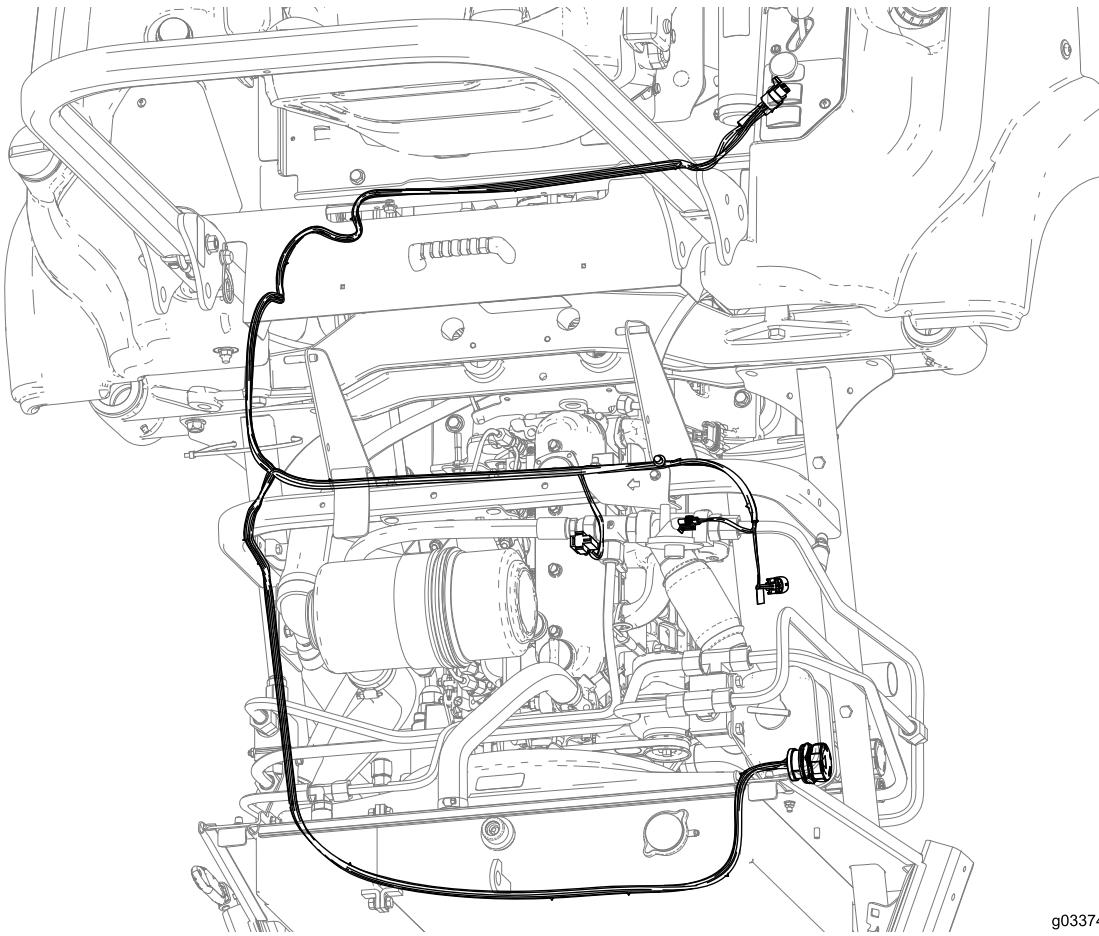

Bild 32
1. Verlegen Sie den Kabelbaum, wie in Bild 32 abgebildet.